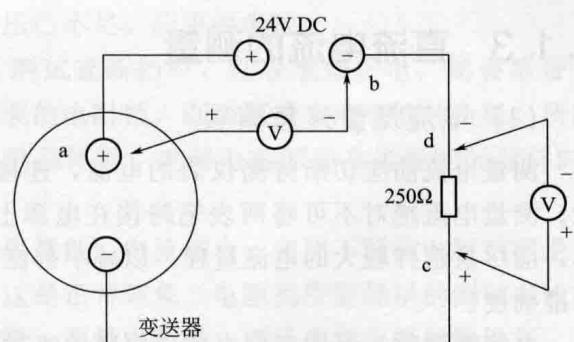

图 2-1 测量变送器回路电压示意图
(2) 直流电压的测量
① 测量变送器回路的电压 图 2-1 是个变送器的测量回路。用万用表直流电压挡测量 a、b 两端及 c、d 两端的电压，可以判断变送器测量回路是否正常。